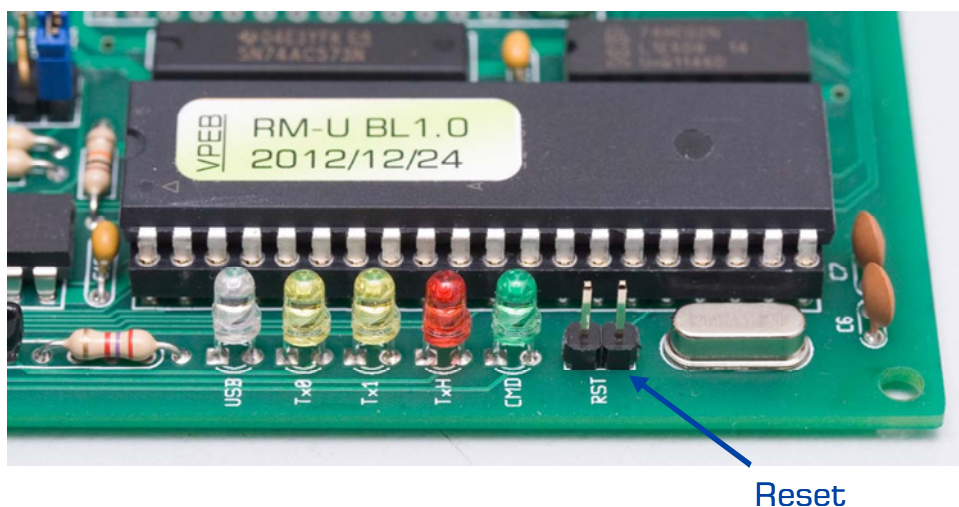

Fig 16: RM-U Reset jumper
7. Zet een jumper (kortsluitblokje) op de Reset-aansluiting van de RM-U (zie fig 16). Eventueel leen je even een jumper van het 8-polige jumperblokje elders op de RM-U.
Alternatief is een Reset-jumper aansluiting te maken zoals die standaard op RM-U Rev02 zit (zie ook fig 16). Je kunt op de aangegeven plek, ergens tussen de groene LED en het kristal, 2 gaatjes boren van 1mm en ca 2,54mm uit elkaar. Steek hierin een blokje van 2 jumperpinnen. Soldeer aan achterzijde van de print met een draadje één van de pinnen aan pin9 van de CPU, de andere pin met een draadje aan GND. Desgewenst kun je het jumperblokje nog even fixeren met wat lijm (epoxy of cyanoacrylaat). **LET OP:** Als je cyanoacrylaat (secondenlijm) gebruikt: Soldeer na het lijmen niet meer aan de gelijmde aansluitingen! Dit veroorzaakt **zeer giftige dampen**, die uitermate vervelend zijn voor ogen en luchtwegen!!